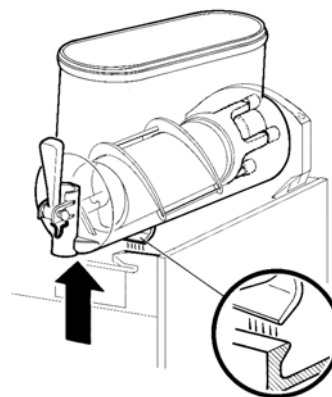

Bild 5
- 2 Den Behälter abmontieren. Dazu den unteren Teil (auf der Seite des Hahns) leicht nach oben drücken, um die unteren Befestigungshaken zu lösen (Bild 5) und den Behälter